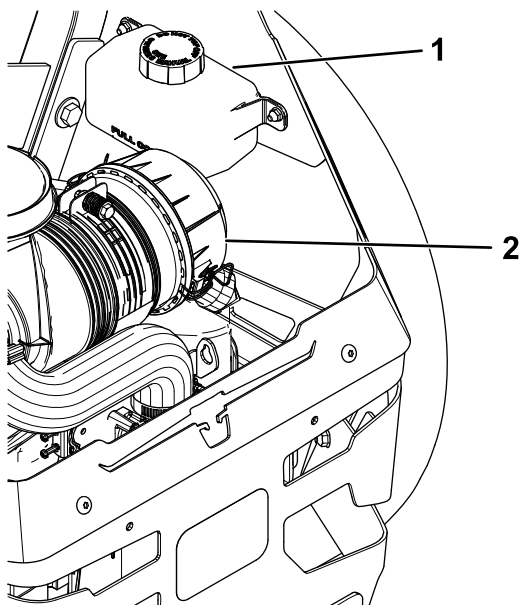

Figura 85
2. Compruebe el depósito de expansión y si es necesario, añada fluido hidráulico Toro® HYPR-OIL™ 500 hasta la línea FULL COLD (Figura 85).